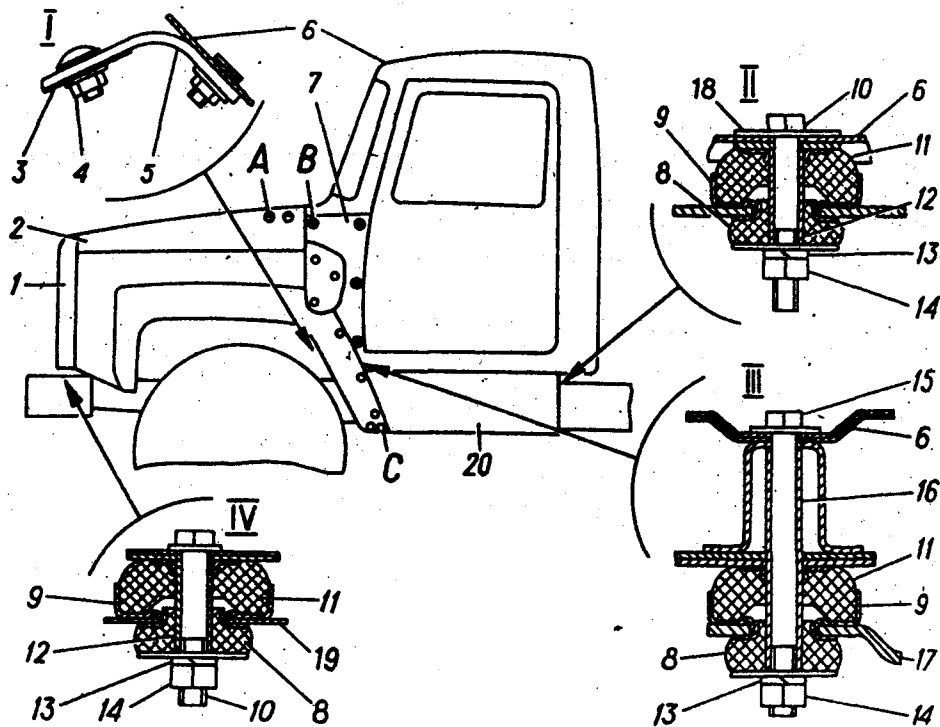

Рис. 147. Оперение и кабина
6. Отвернуть болты крепления боковых панелей капота и крыльев (рис. 147, С).
Для снятия капота с автомобиля необходимо отвернуть четыре болта крепления капота к петлям (рис. 147, А).
7. Отвернуть три гайки 14 (рис. 147) крепления кабины к раме, снять шайбы 13, нижние подушки 8, болты 10 и 15, распорные втулки 12 и 16.